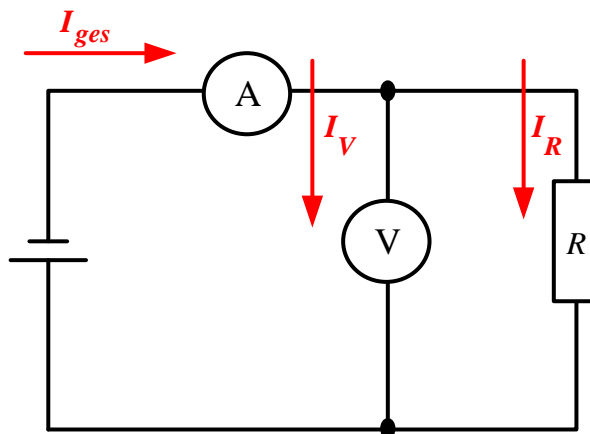
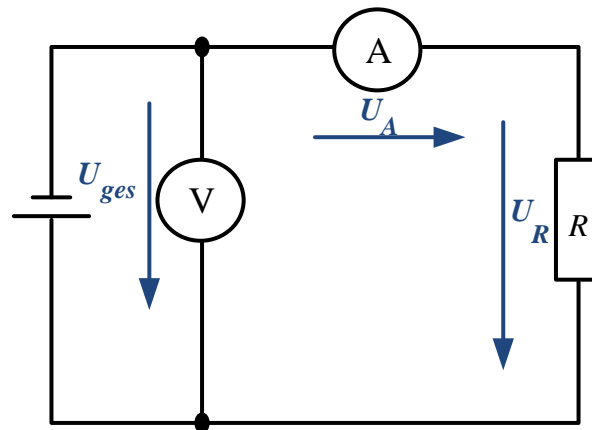
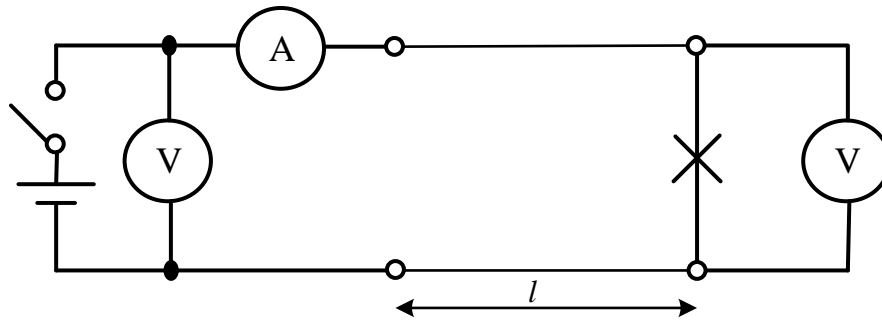

Abbildung 20: Stromfehlerschaltung
Abbildung 21: Spannungsfehlerschaltung
Abbildung 23: Spannungsfehlerschaltung dieses Versuchs
Eine Stromfehlerschaltung ist eine Parallelschaltung aus Spannungsmesser und dem zu messenden Widerstand (siehe Abbildung 20). Durch den Spannungsmesser fließt ein Strom I_V . Dieser verfälscht den zu messenden Strom I_R , der durch den zu messenden Widerstand fließt. Der Strom I_{ges} ist um den Strom I_V , der durch den Spannungsmesser fließt, zu groß (siehe Formel (2)).
Bei der Spannungsfehlerschaltung entsteht ein Spannungsteiler aus Innenwiderstand des Strommessgerätes und dem zu messenden Widerstand (siehe Abbildung 21). Der Spannungsabfall am Strommessgerät U_A verfälscht die Spannungsmessung. Die gemessene Spannung U_{ges} ist um die Spannung U_A zu groß (siehe Formel (3)).
Messen Sie nun die Kabelwiderstände mittels dreier Fehlerschaltungen aus. Hierfür wird eine Spannungsfehlerschaltung im Amperebereich (vgl. Abbildung 21), eine Spannungsfehlerschaltung im Milliamperebereich (siehe Abbildung 23) und eine Stromfehlerschaltung (siehe Abbildung 20) genutzt.